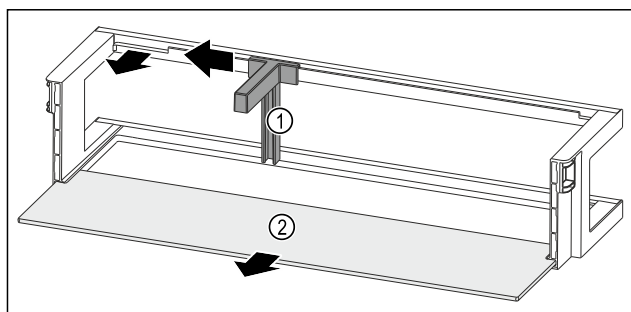

Fig. 117 Balconnet de contre-porte avec porte-bouteilles et tablette de rangement
- Pousser le porte-bouteilles Fig. 117 (1) sur le côté jusqu'à l'évidement.
- Retirer le porte-bouteilles Fig. 117 (1).
- Retirer la tablette de rangement Fig. 117 (2).